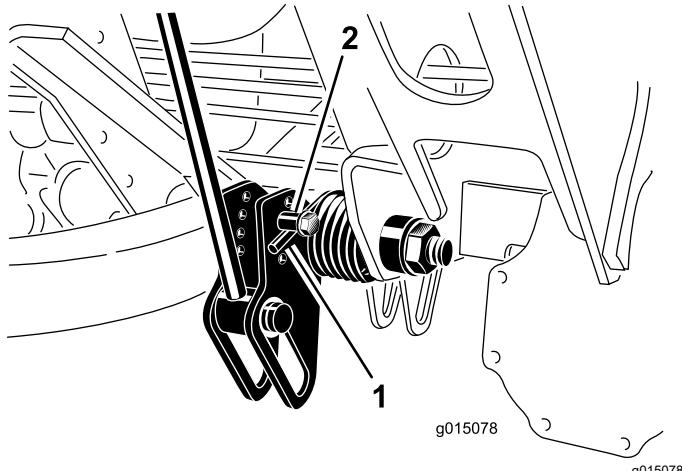

Figura 40
2. Infilate un tubo o un oggetto similare sull'estremità della molla lunga al fine di allentare la tensione della molla durante la messa a punto (Figura 40).
3. Mentre allentate la tensione della molla, togliete il bullone e il dado di bloccaggio che fissano l'attuatore della molla alla staffa (Figura 40).